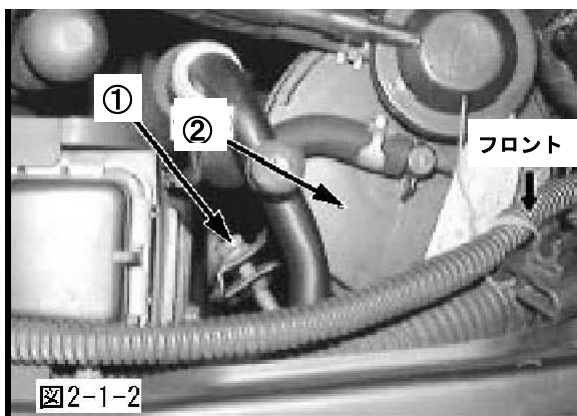

図2-1-2
(5) ①をゆるめ、②を取外してください。(図 2-1-2)